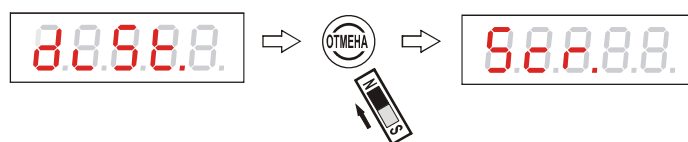

Рисунок 75 - Выход из подраздела выбора режима отображения
2.8.25 Для выхода из подраздела “Scr.” без изменения текущего режима отображения необходимо “нажать” кнопку «ОТМЕНА», рисунок 75: